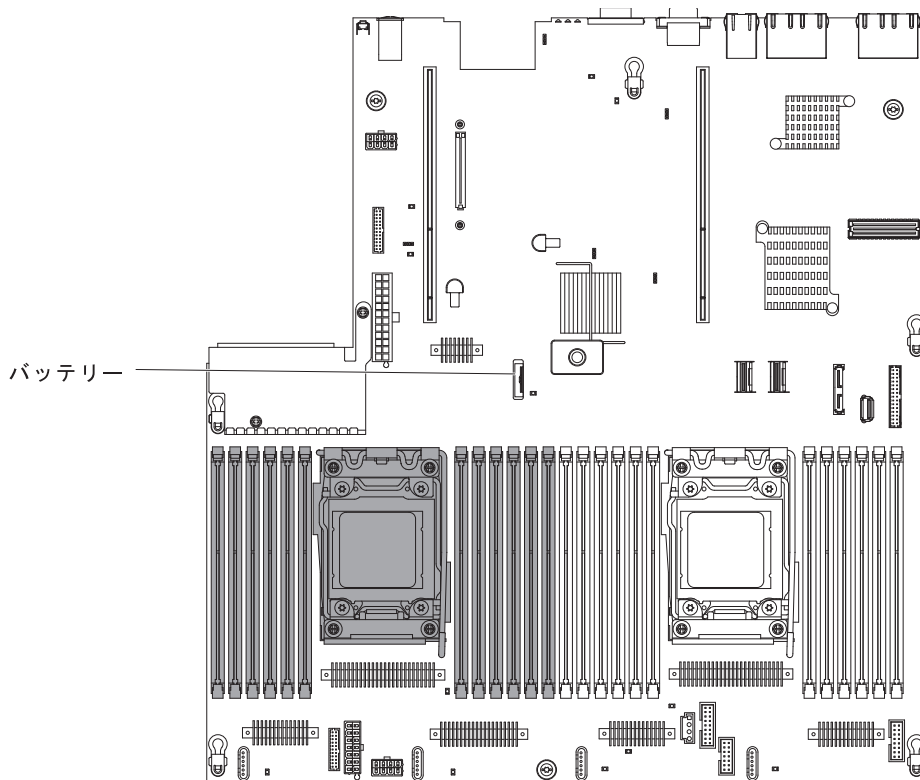

図 129. SAN ポリウム・コントローラー 2145-DH8 CMOS バッテリー・ホルダーの位置
8. 158 ページの図 129 に示すように、システム・ボード上のバッテリーの位置を確認します。